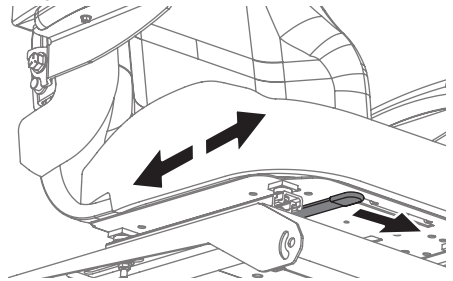

Figure 14
3. Relâchez le levier. Assurez-vous que le siège est bien dans la bonne position et bloqué avant d'utiliser l'appareil. Voir Figure 14.